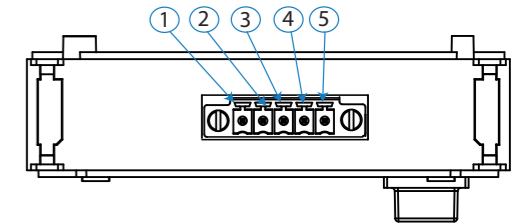

Figura 1 / Figure 1 / Figure 1 / Abbildung 1 / Figura 1 / Figura 1
- 1.- Retirar los 2 clips de sujeción que aguantan la tapa protectora, mediante un destornillador de punta plana (**Figura 1**).
1.- Svitare i 2 fermi di sostegno che mantengono chiuso il coperchio di protezione, utilizzando un giravite a punta piatta (**Figura 1**).
1.- Retire os 2 clips de fixação que suportam a tampa protectora através de uma chave de fendas de ponta plana (**Figura 1**).